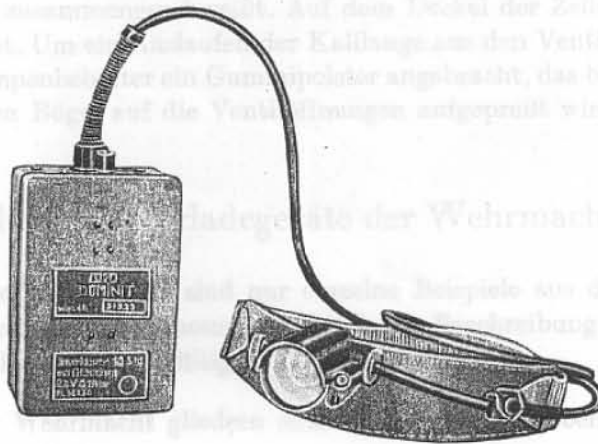
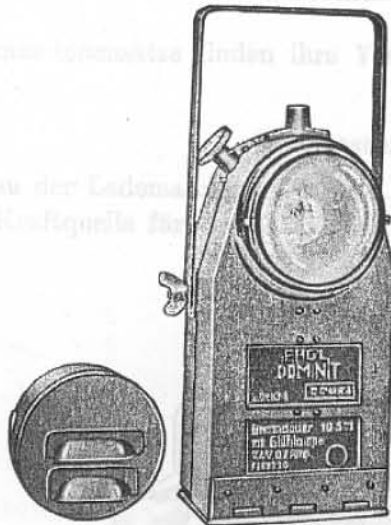

Abb. 45
Abb. 46
- Verwendungszweck:** Stromquelle für die elektrische Kopflampe EKO¹⁾ (Abb. 45) und für die elektrische Sicherheitslampe EHGL²⁾ (Abb. 46).